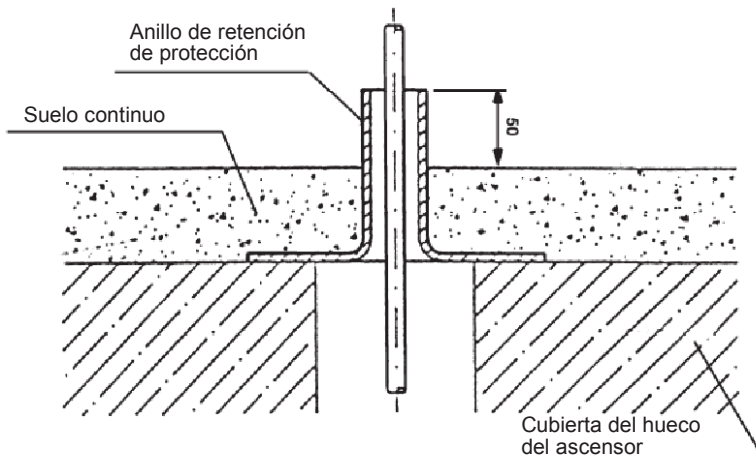

Fig. 1
Si después del montaje sobre el cemento se coloca un suelo continuo, se debe tener en cuenta el alto de éste (fig. 1).
- Se viene utilizzato un supporto, come prima cosa avvitarlo al limitatore di velocità (Fig. 1).